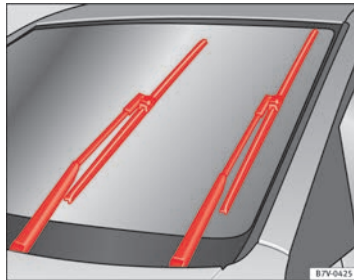

Abb. 128 Scheibenwischer in Servicestellung
- Die Zündung ein- und wieder ausschalten und anschließend (vor Ablauf von ca. 9 Sekunden) den Scheibenwischerhebel auf die Position Tippwischen stellen. Die Scheibenwischer stellen sich in die Servicestellung ⇒ Abb. 128.